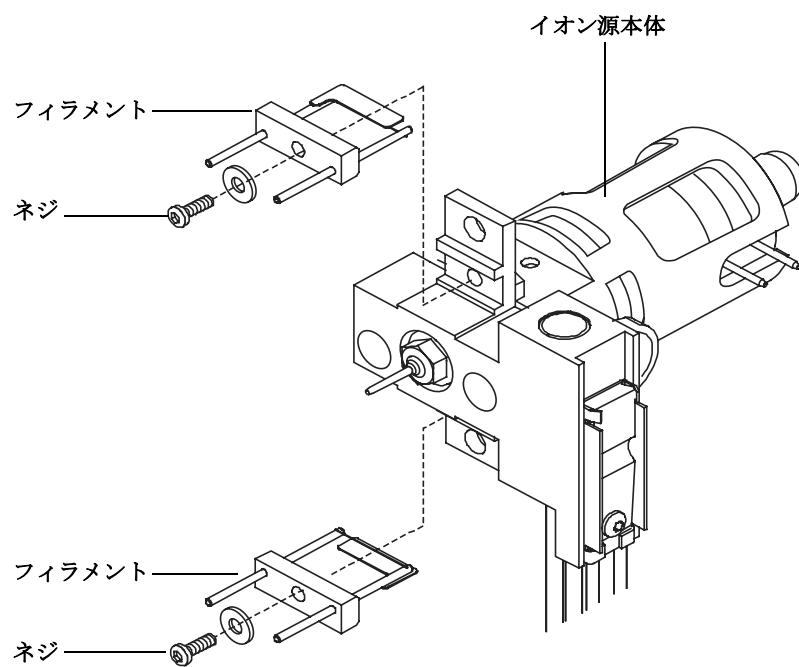

図 21 フィラメントの交換
- 4 フィラメントをイオン源本体に固定しているネジを外します（図 21を参照してください）。
- 5 フィラメントをイオン源アセンブリからスライドさせて外します（図 21を参照してください）。
- 2 新しいフィラメントをイオン源本体のフィラメントの位置に取り付けます (図 21 を参照してください)。